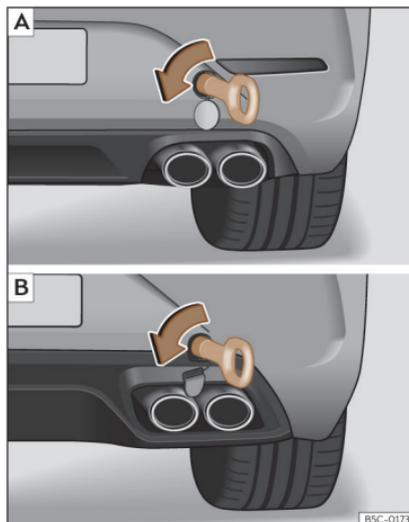

Fig. 50 En el lado derecho del paragolpes trasero: argolla de remolque enroscada. **[A]** Leon Sportstourer; **[B]** Leon.
- Enrosque la argolla de remolque en el alojamiento girándola al máximo **en el sentido contrario al de las agujas del reloj** >>> **fig. 50** >>> **!**. Utilice un objeto adecuado con el que pueda enroscar completa y firmemente la argolla de remolque en su alojamiento.